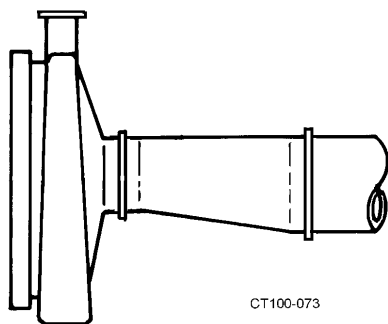

Figura 8 - Installazione corretta dell'eccentrico
- Se viene collegato un riduttore all'ingresso, usarne uno di tipo eccentrico per impedire problemi dovuti all'aria intrappolata. Vedere Figura 8.